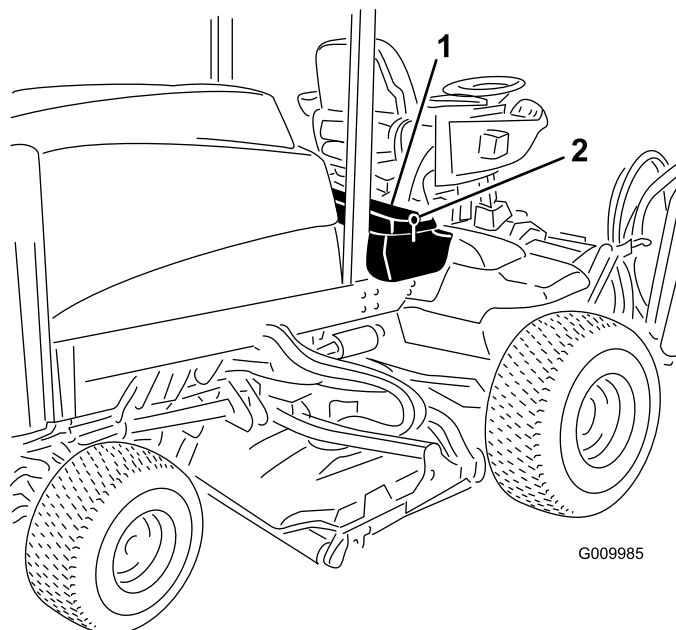
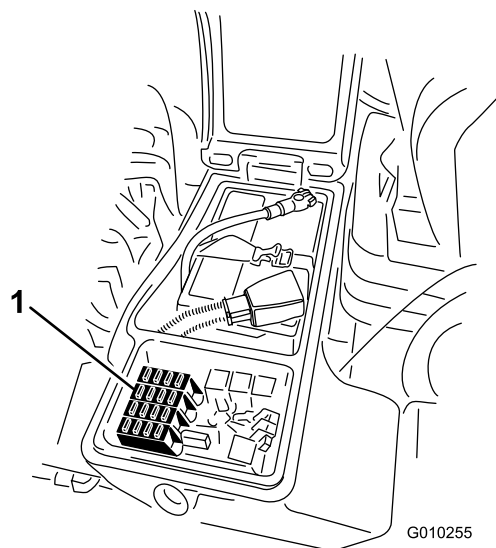

Рисунок 55
Рисунок 56
1. Ослабьте фиксацию защелки крышки правого вещевого отсека и поднимите крышку (Рисунок 55), чтобы получить доступ к блоку предохранителей (Рисунок 56).
2. Замените открытый плавкий предохранитель (предохранители) при необходимости (Рисунок 56).
3. Закройте крышку правого вещевого отсека и зафиксируйте ее защелкой (Рисунок 55).